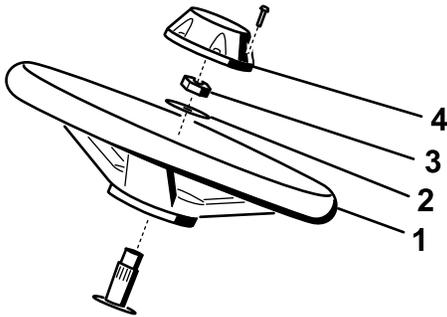

Figure 5
1. Glissez le volant sur l'arbre de direction (Figure 5).
2. Glissez la rondelle sur l'arbre de direction (Figure 5).
3. Fixez le volant sur l'arbre au moyen d'un contre-écrou serré à un couple de 27 à 35 N m (Figure 5).
4. Montez le couvre-moyeu sur le volant et fixez-le avec 6 boulons (Figure 5).